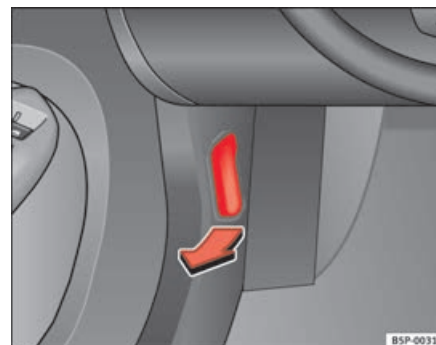

Fig. 163 Dettaglio del vano piedi sul lato del conducente: leva per l'apertura del cofano del vano motore.
- Tirare la leva situata sotto il cruscotto ⇒ **fig. 163** nella direzione indicata dalla freccia. Il cofano si sblocca sotto la spinta di una molla ⇒ .